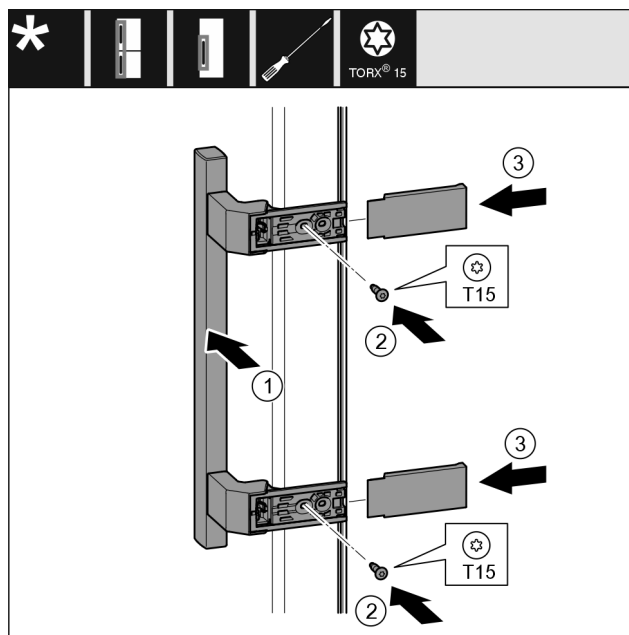

Fig. 35
- Placer la poignée Fig. 35 (1) du côté opposé.
- Serrer les vis Fig. 35 (2) avec un tournevis.
- Placer les caches Fig. 35 (3) sur le côté et les faire glisser.